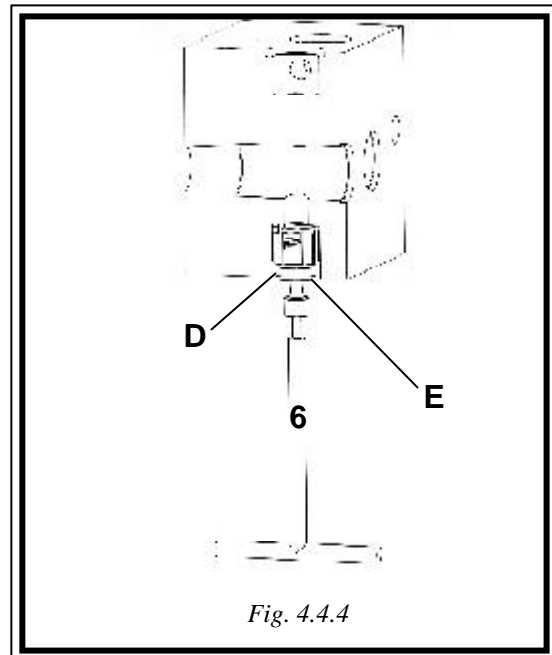

Fig. 4.4.4
- Falls nur Wartung der Ventilansauggruppe nötig ist, wie folgt vorgehen: den Auszieher, Fig. 4.4.4, einführen in die entsprechende Aufnahme welcher in Dotation ist, leicht unter dem Ventilsitz „D“, die Endpunkte des Ausziehers öffnen (die Punkte des Ausziehers festhalten und den Griff des selben im Uhrzeigersinn drehen) bis er den Ventilsitz greift und ihn vorsichtig herausziehen.